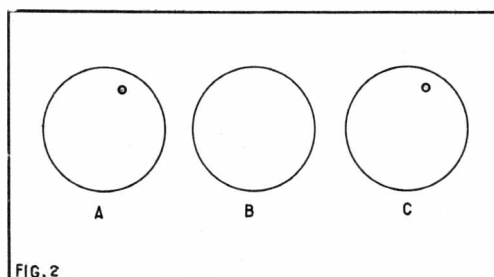

FIG.2
réglage de tonalité n'agit pratiquement pas, est de 1000 Hz (fig. 2). La plage de réglage du potentiomètre des graves est de -14 à +20 dB pour les basses fréquences et
celle du potentiomètre des aigus de -20 à +20 dB pour les fréquences élevées. La figure 2 représente la courbe de réglage de tonalité en fonction de la fréquence de l'amplificateur avec préamplificateur incorporé, pour une position médiane des deux potentiomètres de tonalité (courbe au milieu), et les deux courbes limites (courbes en haut et en bas), obtenues sur les positions extrêmes des potentiomètres de tonalité (U à 1 = tension de sortie à 1 kHz, fréquence de transition).
Le principe est illustré en figure 2. Supposons un disque, sur lequel un point est peint (A), et qui est monté sur l'axe d'un moteur tournant à 1 800 t/mn. Lorsque le disque tourne, il est impossible de distinguer le point avec les yeux seuls (B). Lorsque le disque est illuminé avec une lumière stroboscopique qui émet un éclat à chaque révolution, le point devient visible (C). Le disque apparaît immobile parce que le point est dans la même position chaque fois que le tube émet un éclat. L'objet apparaîtra également stationnaire si la fréquence des éclats est un sous-multiple de la vitesse de rotation.